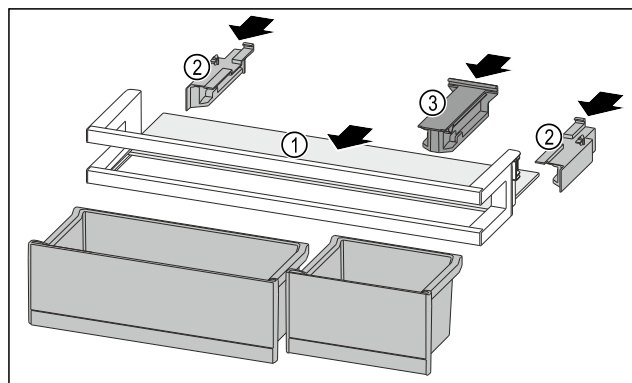

Fig. 205
- Futni raftin mbajtës Fig. 205 (1) në folëtë anësore.
- Vendosni pjesët anësore Fig. 205 (2).
- Vendosni pjesën mbajtëse Fig. 205 (3).